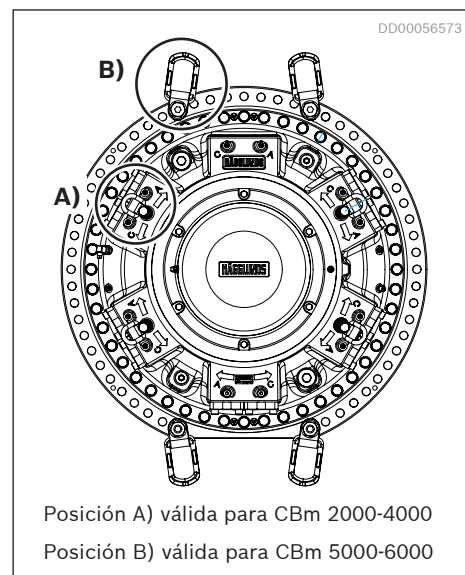

Fig. 4: Anillas de suspensión en el motor
- Asegúrese de que utiliza la anilla de suspensión adecuada, ver Fig. 4: y Tabla 4.